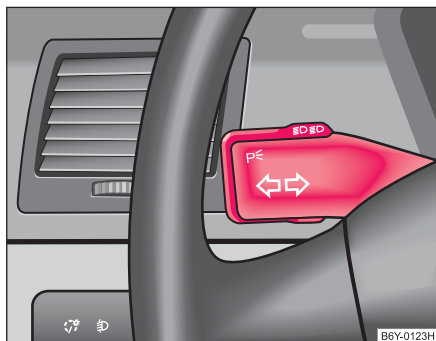

Abb. 33 Der Blinklicht- und Fernlichthebel
- Drehen Sie den Lichtschalter (1) in Stellung ☞☞.
- Drücken Sie den Fernlichthebel zum Einschalten des Fernlichts nach vorn ⇒ Seite 56, Abb. 33.
- Drücken Sie den Hebel nach oben ⇒ Abb. 33.